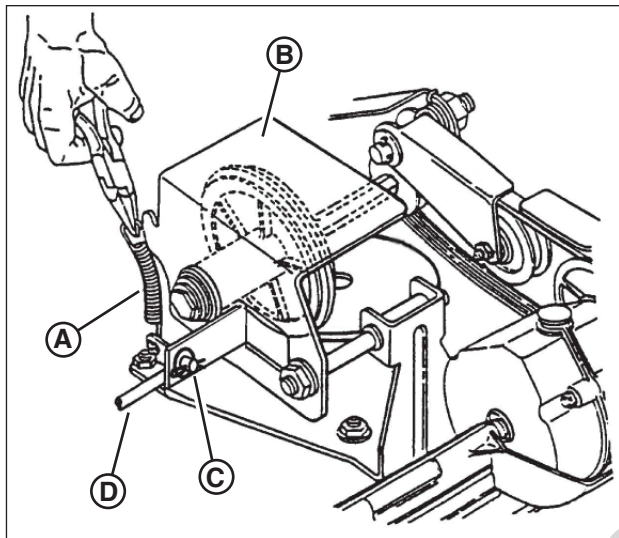

Figure 26: Réglage du disque entraîné
2. Retirez le ressort de disque entraîné (**A**, **Figure 26**) de l'ensemble du disque entraîné (**B**). Retirez également la goupille et la rondelle (**C**) de la tige de transfert (**D**), puis retirez l'extrémité de tige de transfert de l'orifice dans l'ensemble du disque entraîné.
1. Retirez la goupille et la rondelle (**C**, **Figure 26**) de la tige de transfert (**D**), puis retirez l'extrémité de tige de transfert de l'orifice dans l'ensemble du disque entraîné.